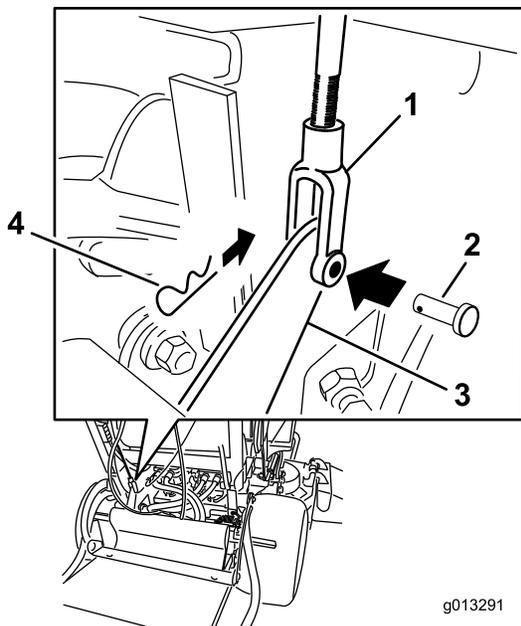

Рисунок 62
4. Чтобы отрегулировать тормоз, снимите игольчатый шплинт и извлеките шплинтуемый штифт из нижнего рычага тормоза и вилки (Рисунок 62).
7. Прикрепите вилку к нижнему рычагу тормоза с помощью шплинтуемого штифта и игольчатого шплинта (Рисунок 62).